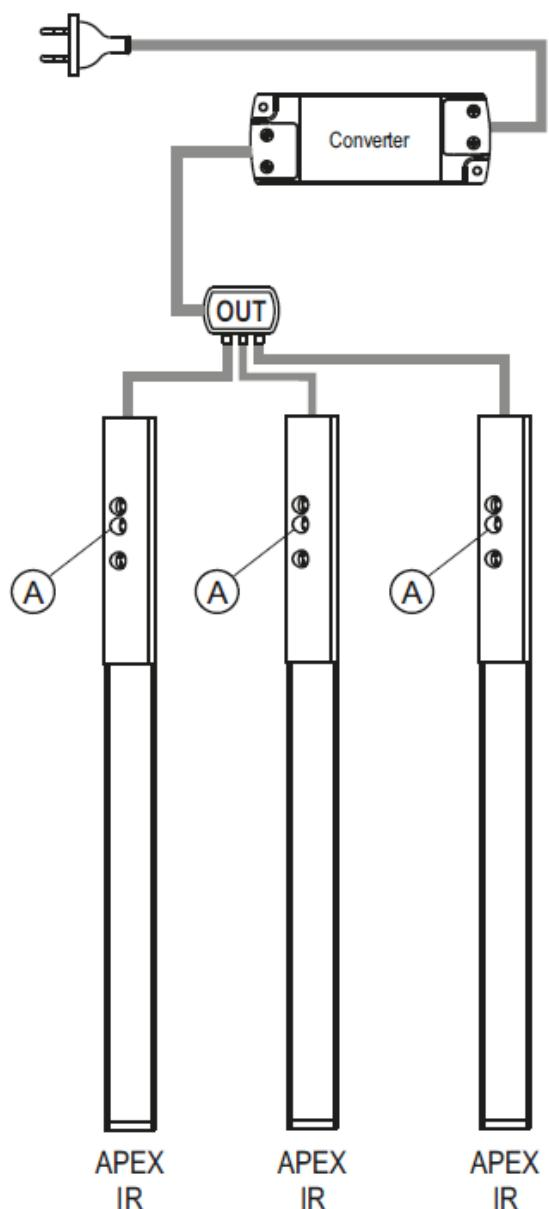

Fig.5
- Sollen mehr als eine Leuchte an den Konverter angeschlossen werden, sicherstellen, dass der Gesamtwert der von den Leuchten aufgenommenen Leistung den maximal zulässigen Wert des Konverters nicht überschreitet (siehe Auslegungsdaten am Produktetikett) (Abb. 5,6,7).
FUNKTIONSWEISE APEX IR (IR-Sensor) Abb.5
- S'il est nécessaire de brancher plusieurs appareils au transformateur, veiller à ce que la somme totale des puissances absorbées par les appareils (contrôler les caractéristiques techniques reportées sur la plaque du produit) ne dépasse pas la puissance maximale admise par le convertisseur (Fig. 5,6,7).
FONCTIONNEMENT DE L'APEX IR (capteur IR) Fig. 5